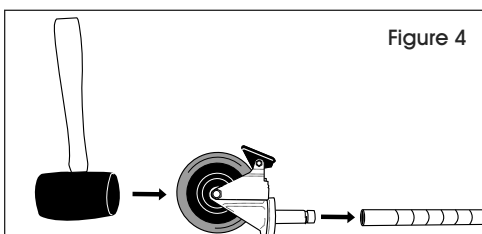

Figure 4
1. Make sure post is positioned as shown. (See Figure 4)
2. Engage the wheel brakes to keep casters from spinning during installation. Use a rubber mallet to tap caster stem into posts. (See Figure 4)
1. Assurez-vous que le montant est placé comme illustré. (Voir Figure 4)
2. Enclenchez le frein des roulettes pour les empêcher de tourner pendant l'installation. Utilisez un maillet en caoutchouc pour insérer la tige des roulettes dans les montants. (Voir Figure 4)